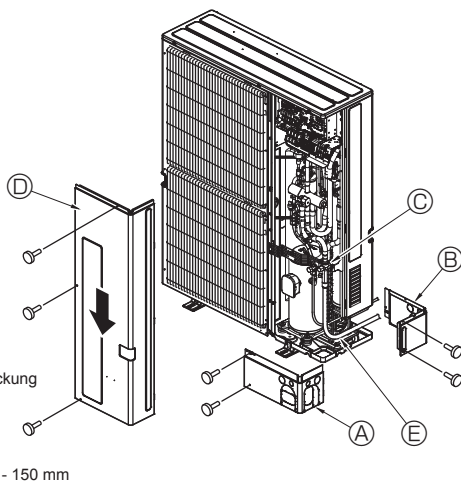

Fig. 4-7
4.5. Kältemittelrohrleitung (Fig. 4-7)